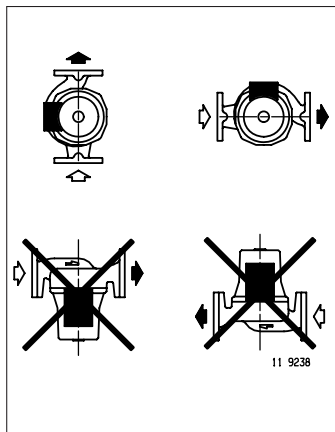

Figura 5:
- La pompa deve essere installata in modo che l'albero motore si trovi in posizione orizzontale, indipendentemente dalla posizione del corpo della pompa (Figura 5).